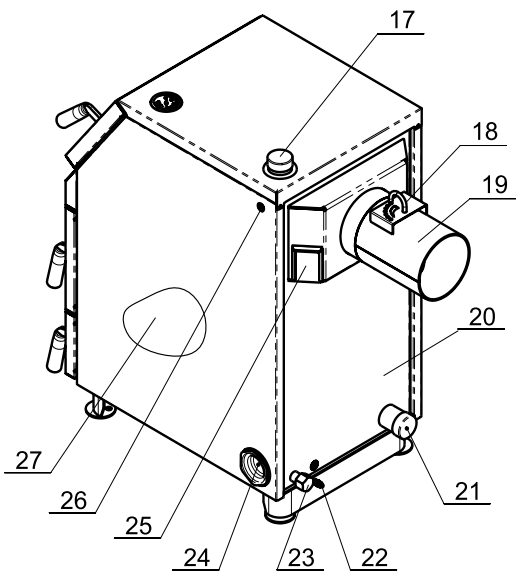

Рис. 1 Конструкция отопительного котла
4.6.4. Эксплуатировать котел при неполном заполнении системы отопления водой и с открытыми дверцами (поз.12,13,16) (см. рис.1).
5.1. Котел (рис. 1) состоит из корпуса (поз. 20), топки (поз.3), теплообменника (поз. 1), дымохода (поз. 19).